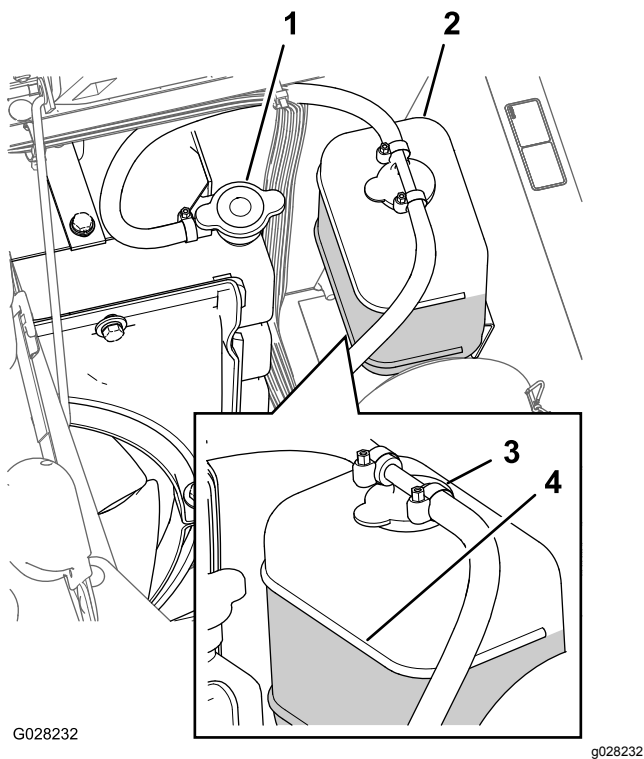

Figura 82
3. Retire cuidadosamente el tapón del radiador y el tapón del depósito de expansión (Figura 82).
Nota: El radiador debe llenarse hasta la parte superior del cuello de llenado, y el depósito de expansión debe llenarse hasta la marca Lleno del depósito (Figura 82).
5. Si el nivel de refrigerante es bajo, retire el tapón del depósito de expansión y el tapón del radiador, y llene el depósito de expansión hasta la marca Lleno (Figura 82) y el radiador hasta la parte superior del cuello de llenado ().
6. Instale el tapón del radiador y el tapón del depósito de expansión (Figura 82).
2. Cuando el motor se haya enfriado, retire el tapón del radiador (Figura 82).
6. Retire el tapón del radiador (Figura 82).
8. Arranque el motor con el tapón del radiador aflojado (Figura 82).
10. Una vez que el refrigerante se ha calentado, añada más refrigerante hasta que el nivel llegue a la superficie sellante del tapón, y apriete el tapón (Figura 82).
11. Abra el tapón del depósito de expansión y llene el depósito con refrigerante hasta el nivel de "Frío" (Figura 82).